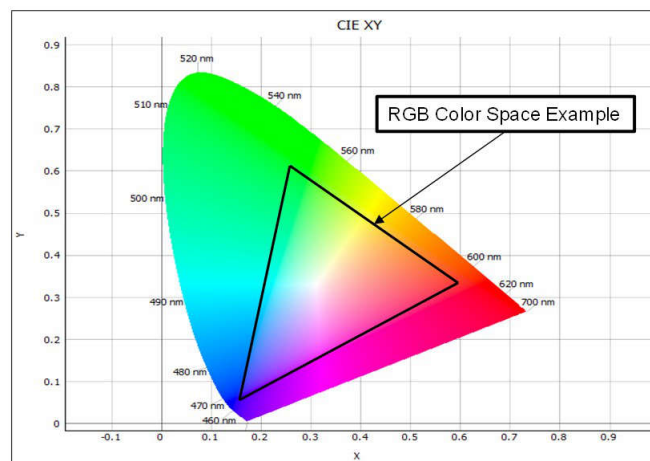

图 1. RGB 和 XYZ 颜色空间坐标
- **RGB**：如图 1 所示，RGB 颜色传感器可检测非标准化颜色空间，其中红色 (R)、绿色 (G) 和蓝色 (B) 值组合在一起以表示各种颜色。通常，R、G 和 B 值的范围为 0 到 255。所有三种颜色的值为 255 时会生成白色，所有三种颜色的值为 0 时会生成黑色。RGB 颜色空间没有通用标准，从而使 RGB 颜色传感器依赖于器件。不同的器件检测到的 RGB 值不同，测量的颜色因制造商而异，甚至在同一器件中也会随着时间的推移而变化。
- **XYZ**：RGB 面临的挑战之一是，未标准化的颜色空间无法观察所有颜色，从而导致该颜色空间不完整。CIE 1931 XYZ 颜色空间标准（如图 1 中的大曲线所示）有助于缓解此问题。这个标准化的颜色空间代表所有可见的颜色。该标准是绝对标准，不受器件或制造商差异的影响，与基于 RGB 颜色空间的传感器相比，该标准更准确、对颜色变化更敏感。此外，XYZ 传感器的 Y 通道具有视觉响应，可提取一个照度或亮度值。